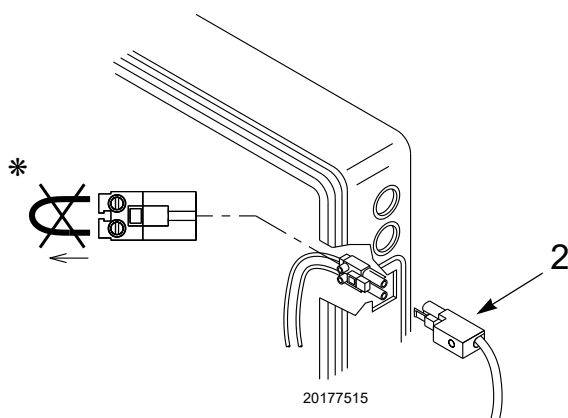

Abb. 2
- Den 2-poligen Stecker von außen in den Brenner 2)(Abb. 2), einführen.
* Den Kit-Code 20175404 die Drahtbrücke aus der XP2-Buchse entfernen, wie Abb. 2 und in der Elektrische Anschlüsse des Brennerhandbuchs angegeben.